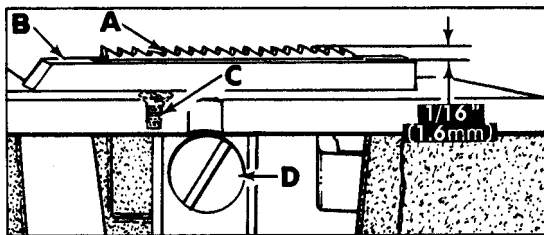

Fig. 9
Feed Dog (A, Fig. 9) should be centered in throat plate (B) with equal clearance on all sides and ends with feed travel set to desired stitch length. At highest point of travel tips of feed dog teeth should extend the depth of a tooth or approximately 1/16 inch (1.6 mm) above throat plate and parallel to same. Screw (C) should be set to support feed dog after screw (D) has been loosened which secures feed dog in position.
Der Transporteur (A, Fig. 9) muss in der Stichplatte (B) vermittelt werden, so dass er an allen Seiten und Enden gleichmäßig freigeht wenn die Transportbewegung auf die gewünschte Stichlänge eingestellt ist. Im höchsten Punkt der Bewegung, müssen die Spitzen der Transporteurzähne eine volle Zahnhöhe oder etwa 1,6 mm über die Stichplatte hinausstehen und parallel mit ihr sein. Die Schraube (C) wird zur Abstützung des Transporteurs eingestellt, nachdem die Schraube (D) mit der der Transporteur befestigt wird, gelöst wurde.